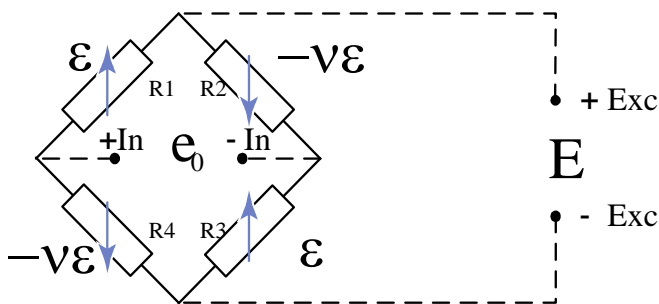

Рис. 158 - Четырехпроводная схема подключения (питание напряжением или током).
- изгибная деформация. Схема наклейки приведена на Рис. 158;